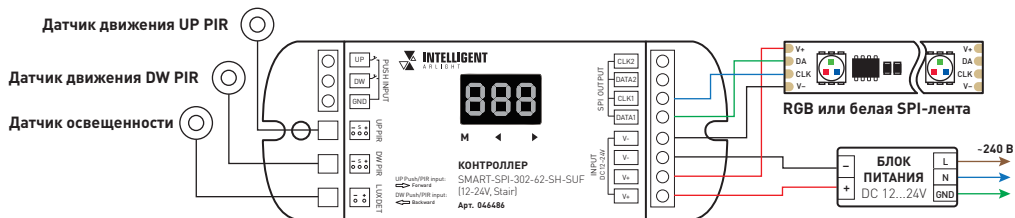

Рис. 1. Схема подключения 4-проводной ленты к контроллеру
3.2. Подключите контроллер в соответствии со схемами на рис. 1–4.